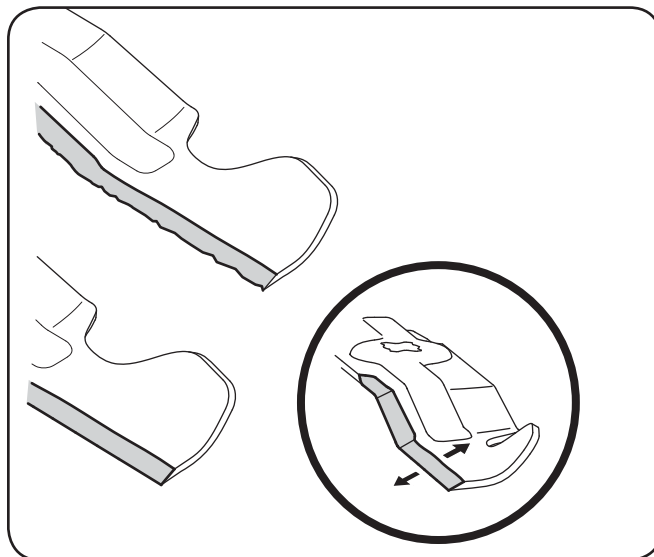

Figure 7-6
4. Pour aiguiser les lames, éliminez la même quantité de métal des deux extrémités sur le côté tranchant. Aiguisiez le bord tranchant sur toute sa longueur, parallèlement au bord arrière, soit à un angle de 25° à 30°. Il est essentiel d'aiguiser les tranchants de façon égale pour conserver une lame bien équilibrée. Voir la Figure 7-6.